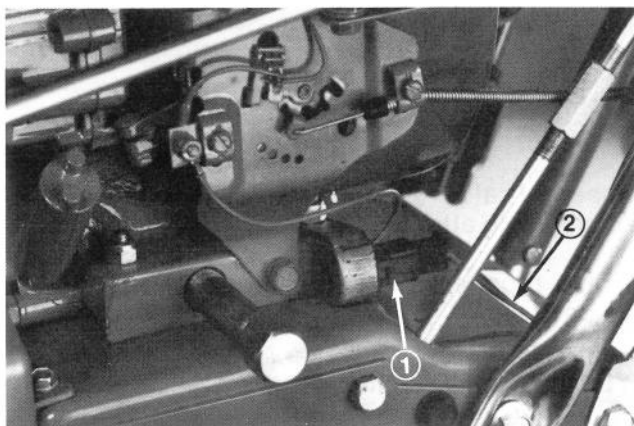

Fig. 14
1. Tilslut kablerne fra håndtaget stramt til motorens tilslutning (Fig. 14).